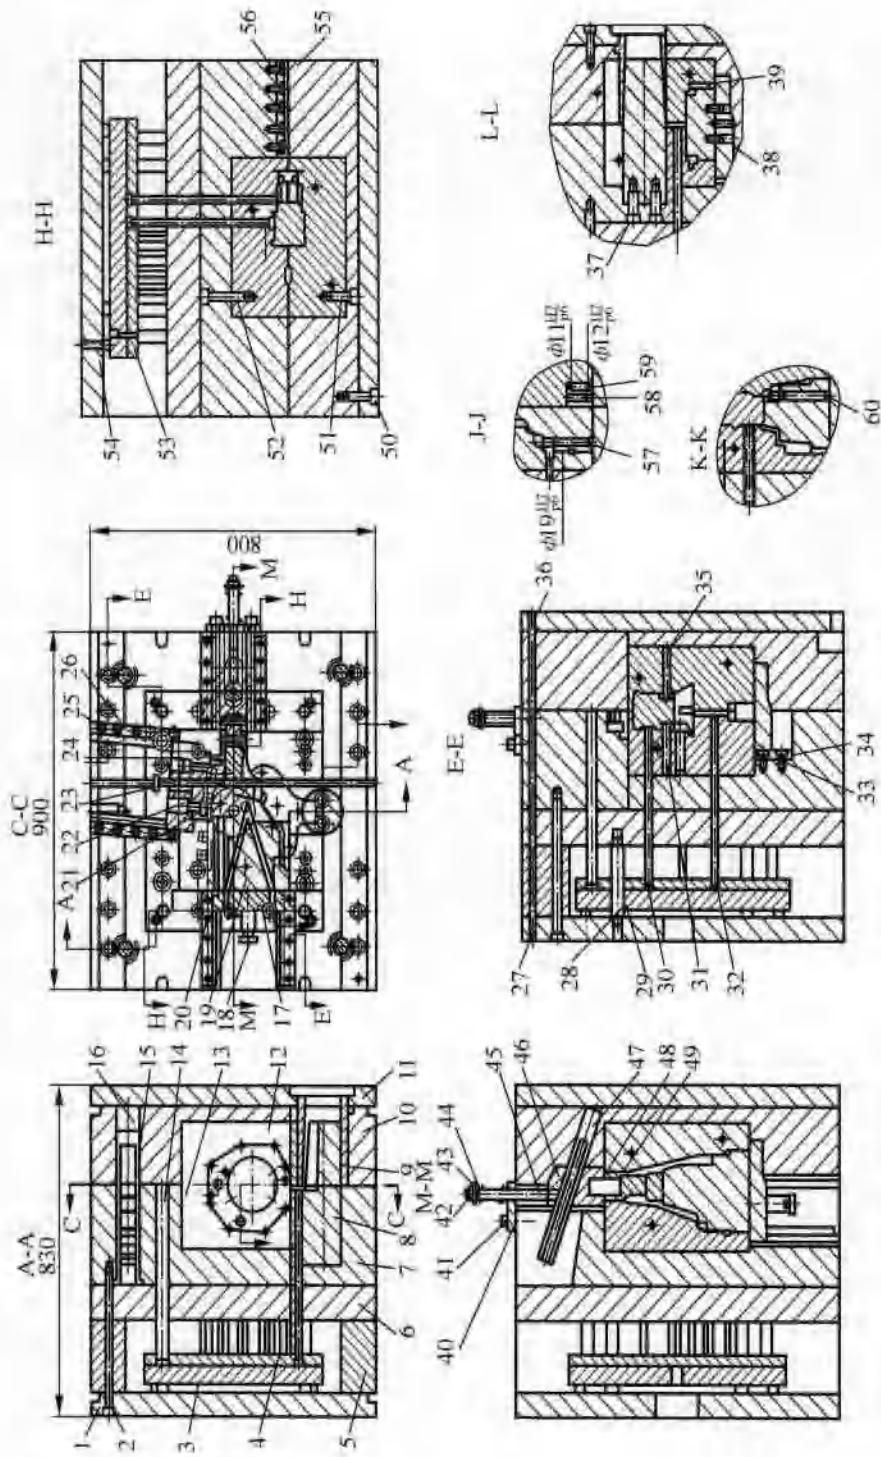

图1-10 模具装配图
2) 开模过程见图1-10：①主型芯5靠顶出机构推出；②上型芯2用斜销抽芯；③侧型芯1用液压缸抽芯。
3) 模具结构及其装配关系如图1-10所示。